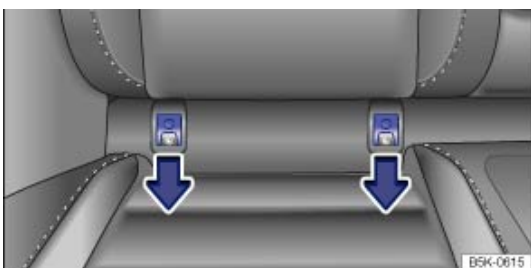

Fig. 81 Sur le siège du véhicule : capuchons de protection pour les points d'ancrage inférieurs.
- Retirez les capuchons de protection des points d'ancrage inférieurs dans le sens des flèches → Fig. 81.